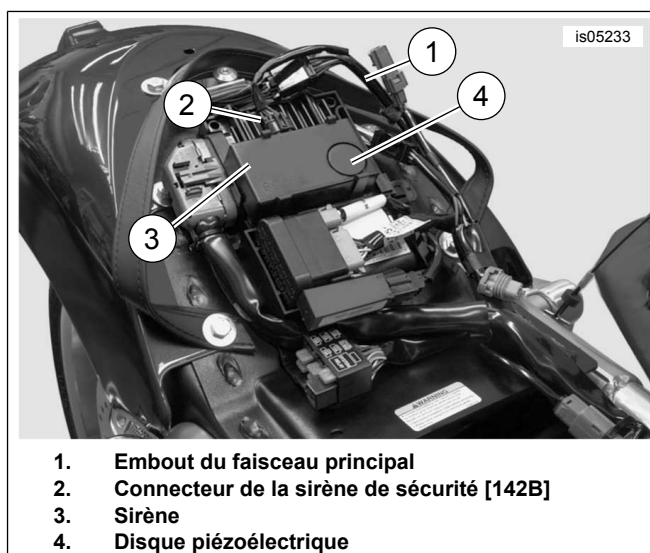

Figure 12. Modèles VRSCA, VRSCD/X, VRSCF 2007 et années ultérieures.
7. Voir la Figure 12. Situer le connecteur à trois fils de la sirène de sécurité [142B] (2), attaché sur l'arrière de la laisse du harnais (1) qui est situé le long du chariot de montage TSSM. Sectionner le ruban pour dégager le connecteur et les câbles.
9. Avec le disque sondeur (4) orienté vers l'extérieur, fixer la sirène sur le chariot de montage TSSM comme illustré.